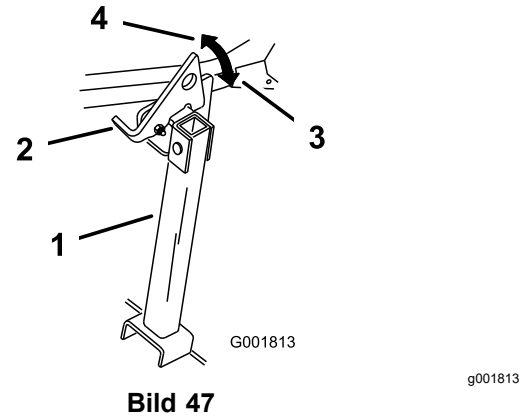

Bild 47
2. Heben Sie den Riegel in die entscherte Stellung an (Bild 47).